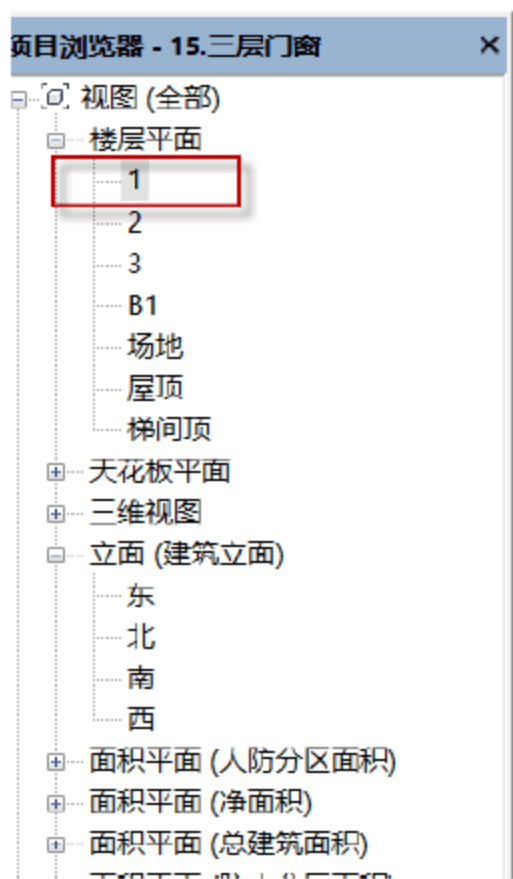

图 10.1.47 楼层平面至于一层
(3) 绘制 G 轴线交“1”轴线和“4”轴线之间的外墙。将楼层平面置于一层，如图 10.1.47 所示，选择“建筑”→“墙”→“墙：建筑”命令，也可以直接按快捷键 W+A。选择“一层叠层墙-300mm”墙族，将墙的绘制方式改为“直线”绘制方式，设置选项栏中的“高度”